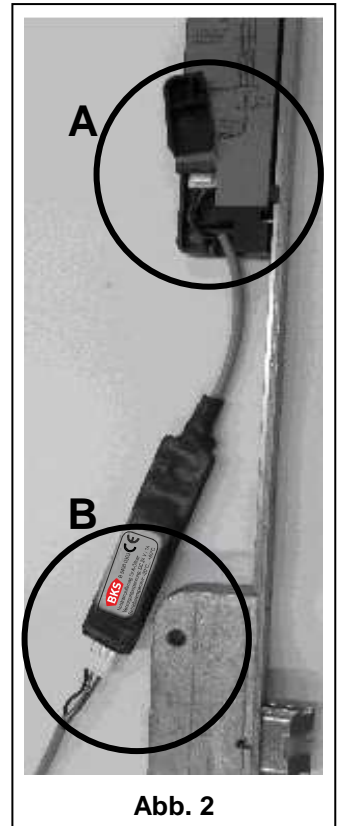

Abb. 2
- Anschlussstecker der Notstrompufferung ganz in den A-Öffner einstecken und in die integrierte Zugentlastung einfädeln (Abb. 2.A).
Die Mehrfachverriegelung mit montierter Notstrompufferung kann nun gem. Anleitung 0-45777 (Montage- und Bedienungsanleitung A-Öffner) angeschlossen und montiert werden. Der Anschlussstecker des Anschlusskabels wird hierbei mit der Anschlussbuchse der Notstrompufferung verbunden (Abb. 2.B).